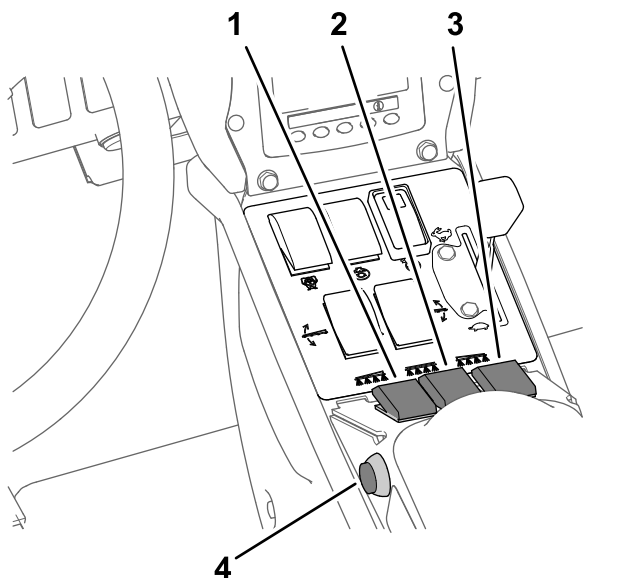

Рисунок 41
- Установите переключатель (переключатели) секций опрыскивания в положение Вкл. (Рисунок 41).
- Начните движение на машине с требуемой скоростью, а затем установите главный переключатель секций в положение Вкл., чтобы начать опрыскивание (Рисунок 41).
3. Установите главный переключатель секций в положение Выкл.; см. Рисунок 41 в разделе Опрыскивание в режиме заданной нормы внесения (страница 43).
7. Устанавливайте переключатели секций по мере необходимости в положения Вкл.; см. Рисунок 41 в разделе Опрыскивание в режиме заданной нормы внесения (страница 43).
9. Начните движение на машине с требуемой скоростью, а затем установите главный переключатель секций в положение Вкл., чтобы начать опрыскивание. Рисунок 41 Опрыскивание в режиме заданной нормы внесения (страница 43)